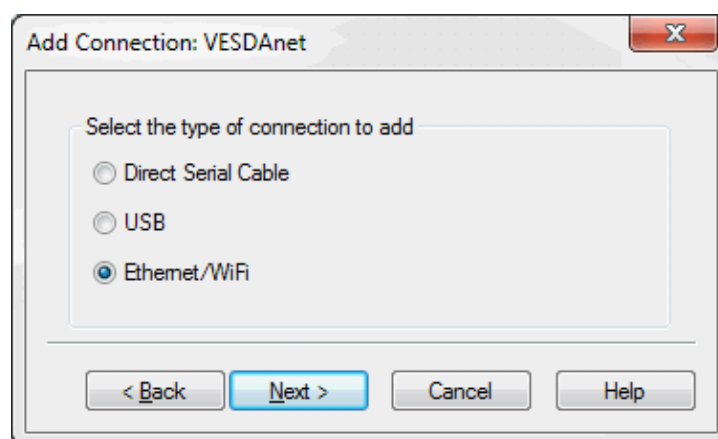

Рис. 5-5: Выбор Ethernet
- Выберите **Ethernet/Wi Fi**, а затем нажмите кнопку **Next** (Далее) (Рис. 5-5).